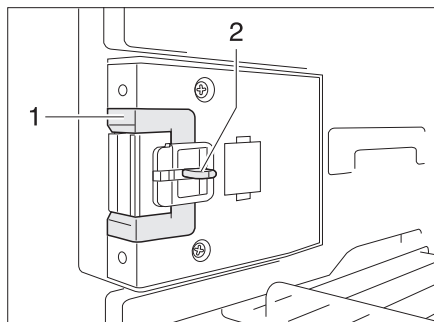
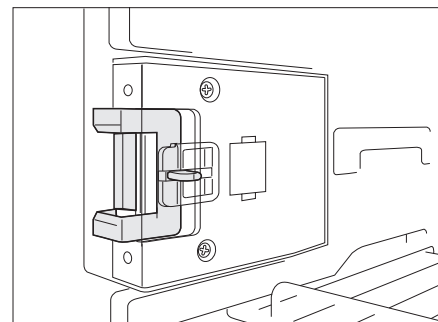

Bild 250 Verschlusseinrichtung in Normalstellung
Bild 251 Verschlusseinrichtung in Lüftungsstellung
■ Die Entriegelung (Bild 250,2) eindrücken.
■ Die Verschlusseinrichtung (Bild 250,1) nach vorn schieben (Bild 251).